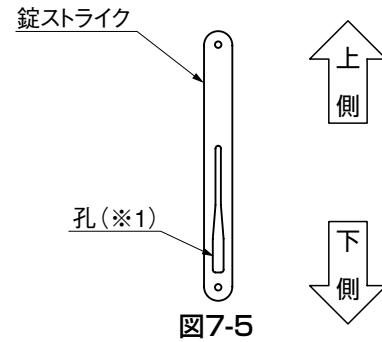

図7-5
- 錠ストライクの孔(※1)があいている方が下側です。(図7-5参照)